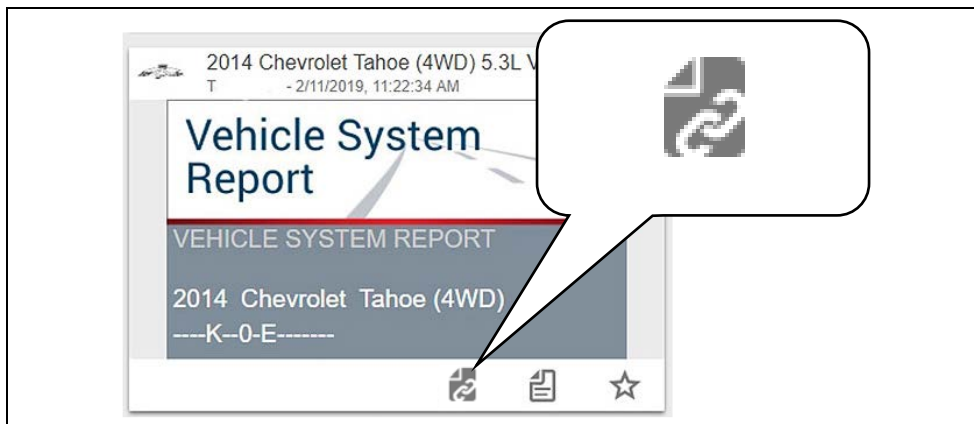

Abbildung 14-17
1. Wählen Sie aus Werkstattdateien das **Kopiersymbol** (Abbildung 14-17) auf der Dateiregisterkarte.